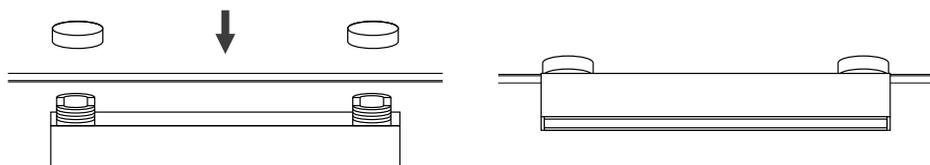

Рис. 2. Установка светильника
- 3.2. Устройство крепления выполнено в виде заворачивающегося фиксатора с правой резьбой, который накручивается на верхнюю часть корпуса светильника. Открутите верхнюю часть фиксатора у светильника, тем самым освободив установочное пространство. Установите светильник в необходимом месте токопроводящего ремня и зафиксируйте его, закрутив верхнюю часть фиксатора светильника, как показано на рис. 2.